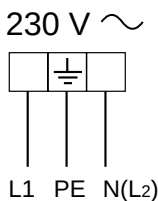

Fig. 6.1
- El cable eléctrico debe estar conectado con la regleta de bornes de acuerdo con el esquema expuesto en la fig. 6.1.